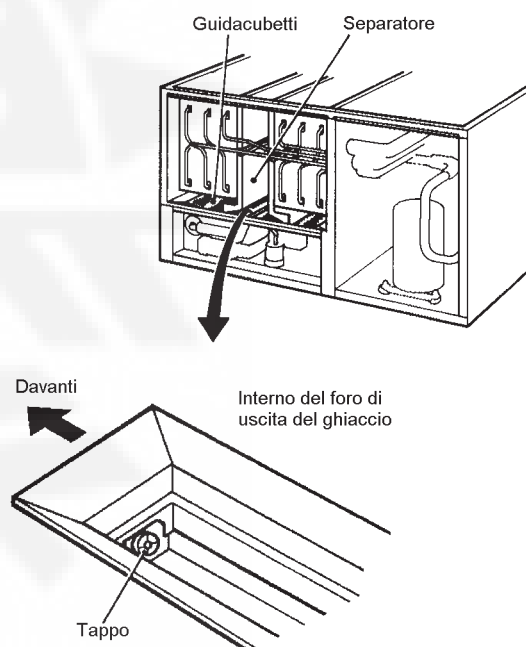

Fig. 7
- 8) Togliere il pannello isolante ed il tappo montato sulla parte anteriore del foro di uscita del ghiaccio, in basso. Scaricare il serbatoio dell'acqua (vedere Fig. 7) per eliminare eventuali residui.
4. Sono stati tolti tutto il nastro adesivo, i cartoni e gli altri elementi di imballaggio dall'apparecchio? Le guide della cubettatrice sono in posizione corretta? I separatori sono stati fissati correttamente alle mollette di fissaggio? Vedere Fig. 7.